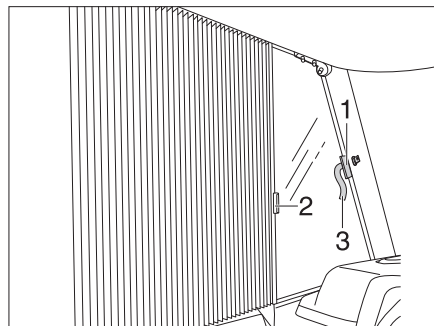

Fig. 77 Dispositifs occultants plissés pour les fenêtres côté conducteur et passager
- Ouvrir la fermeture Velcro des boucles de sécurité (Fig. 77,3) des deux côtés.
- Saisir le dispositif occultant plissé successivement par les poignées (Fig. 77,1 et 2) et les tirer prudemment pour les rapprocher jusqu'à ce que la fermeture magnétique maintienne fermé le dispositif occultant plissé.
- Repousser prudemment les dispositifs occultants plissés par les poignées (Fig. 77,1 et 2).
- Fixer le dispositif occultant plissé avec la fermeture Velcro de la boucle de sécurité (Fig. 77,3).